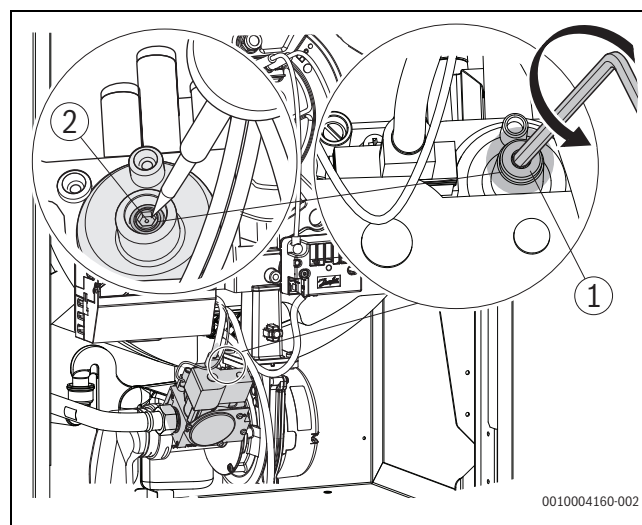

Bild 51 CO₂ / O₂-Einstellung bei Teillast prüfen
- ▶ Abdeckschraube der Teillast-Einstellschraube entfernen (→Bild 51, [1], Seite 29).
- ▶ Bei CO₂-Werten (Werte in Klammern=O₂-Werte) unter 9,0 % (O₂=4,9 %) oder über 9,6 % (O₂=3,8 %) die Einstellung an der Kleinlast-Einstellschraube auf 9,3 % (O₂=4,3 %) korrigieren (→ Bild 51, [2], Seite 29).
- ▶ Bei CO₂-Werten (Werte in Klammern=O₂-Werte) unter 9,8 % (O₂=6,0 %) oder über 10,8 % (O₂=4,5 %) die Einstellung an der Kleinlast-Einstellschraube korrigieren (→Bild 51, Seite 29 und Tabelle 10).